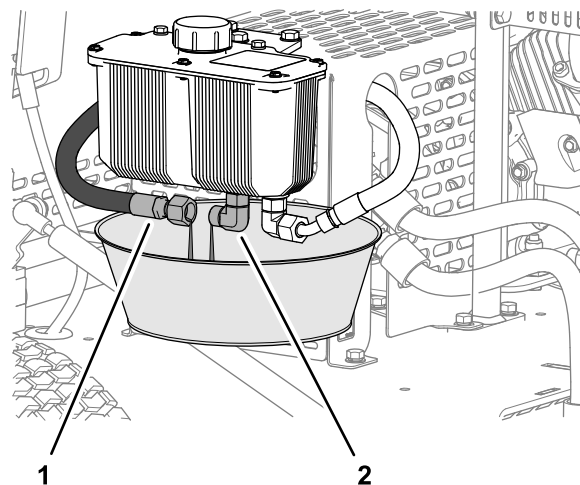

Figura 36
- Alinhe um recipiente de drenagem de dois litros de capacidade por baixo do reservatório hidráulico (Figura 36).
- Remova o tubo de alimentação hidráulico da união do reservatório e deixe que o fluido hidráulico drene completamente (Figura 36).